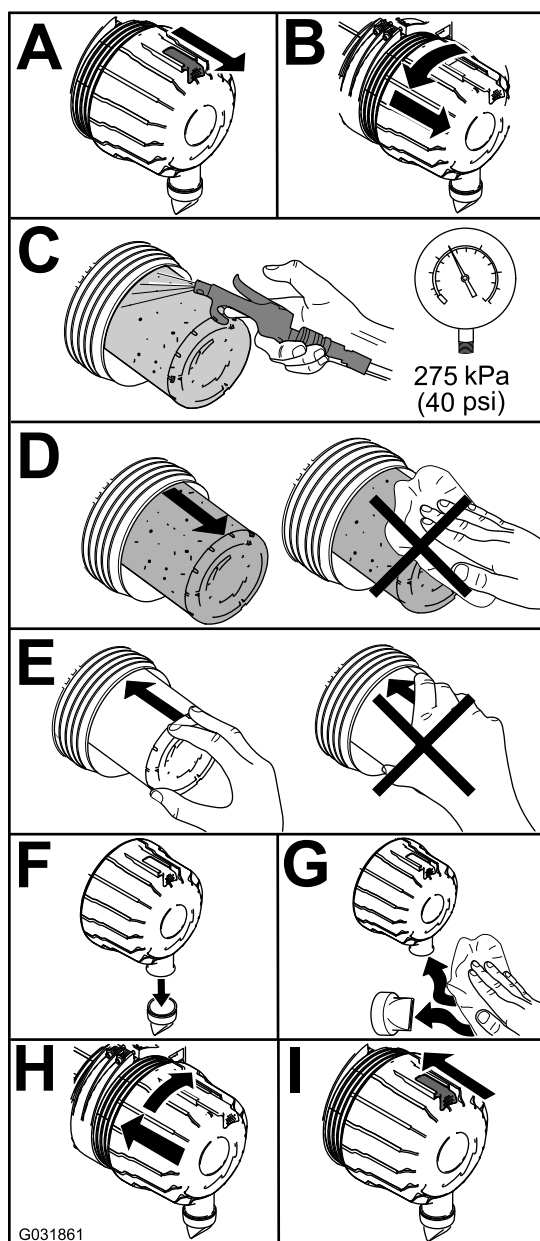

Рисунок 92
1. Замените воздухоочиститель (Рисунок 92).